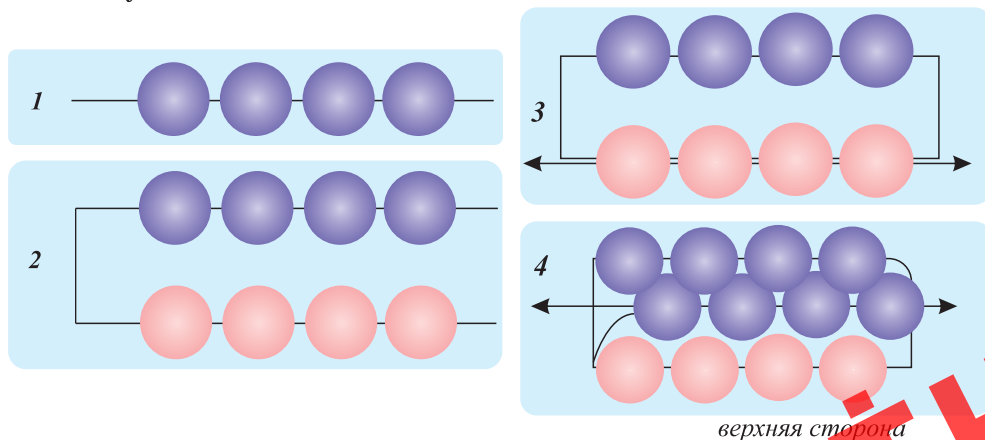

Рис. 4. Параллельное плетение
3. Параллельное плетение (рис. 4) выполняют на две нити, точнее, двумя концами одной нити или проволоки. Метод состоит в том, что на один конец проволоки (или лески) нанизывают бисеринки для очередного ряда, затем через них пропускают второй конец проволоки (или лески) навстречу первому. Для объёмных фигур может быть использована и леска, и проволока, но леской объём получается лучше.